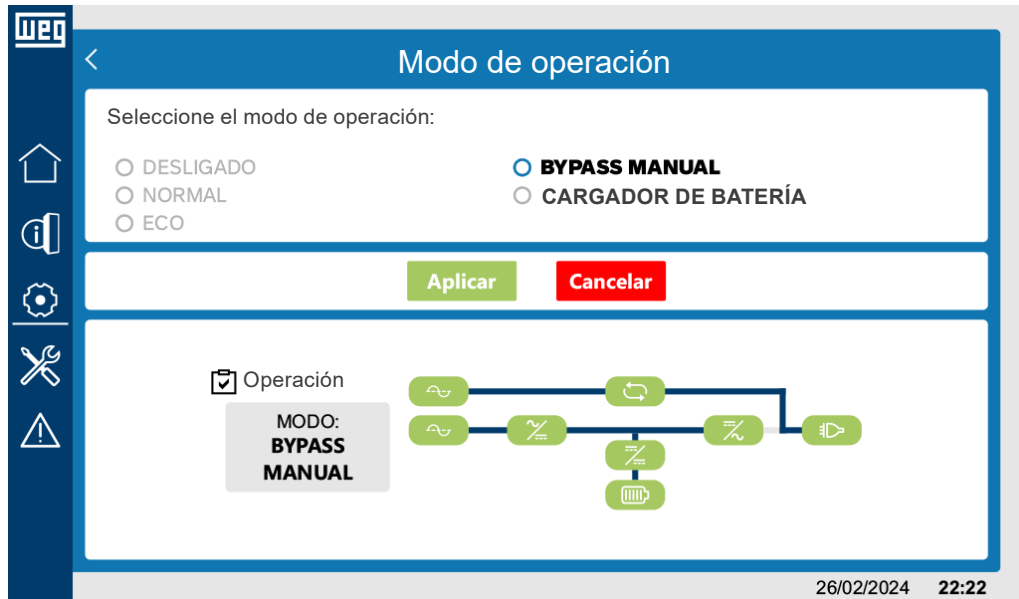

Figura 6.32: Sinóptico en el modo de operación en el modo bypass manual
- Cargador de batería: Figura 6.32 en la pagina 6-23.